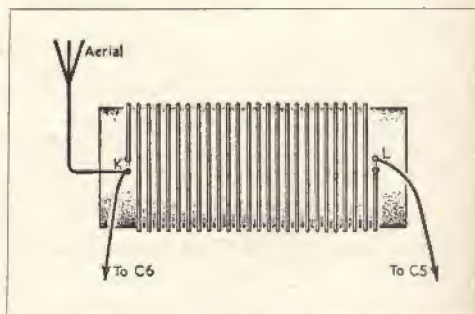

Fig. 6 - Bobina d'antenna.
Il condensatore C3 fra i contatti del jack impedisce i « clic » del tasto ed è indispensabile nel complesso da noi montato. La bobina di antenna (L) è costituita nell'originale da 25 spire di filo di rame smaltato da avvolgere su un supporto di 38 mm. Le spire sono spaziate quanto il diametro del filo che è di mm 0,8 come in Fig. 6.